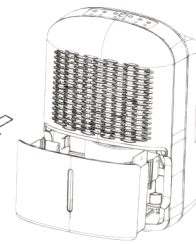

Abb. 10
- Ziehen Sie den Wasserbehälter heraus, wie in Abb. 10 gezeigt wird.